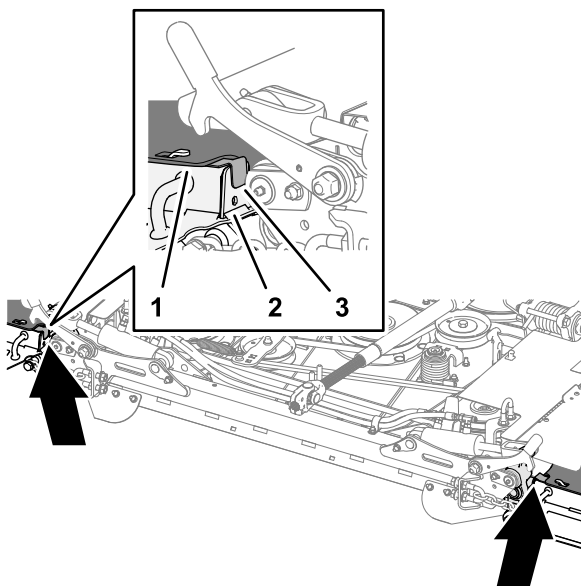

Figura 34
2. Installate gli spessori del piatto nella parte anteriore del piatto come mostrato nella Figura 34.